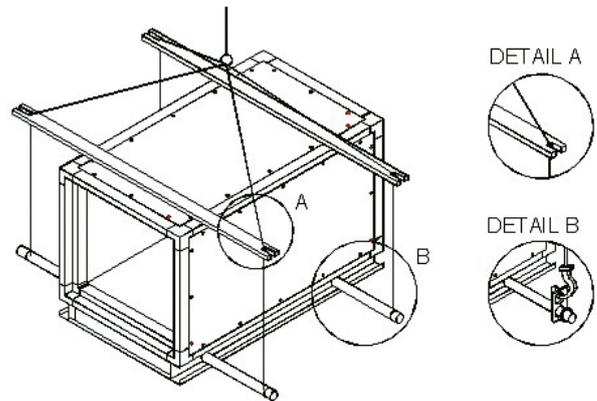

Bild 7
- Verwenden Sie beim Be- oder Entladen mit einem Kran immer die in Abbildung 7 gezeigten Hubrohre.
- Verwenden Sie zum Anheben geeignetes Hubgeschirr und verwenden Sie unter allen Umständen geeignete Abstandshalter an der Oberseite sowie Sicherheitsbeschläge an den Enden der Heberohre (Bild 7, Detail B).